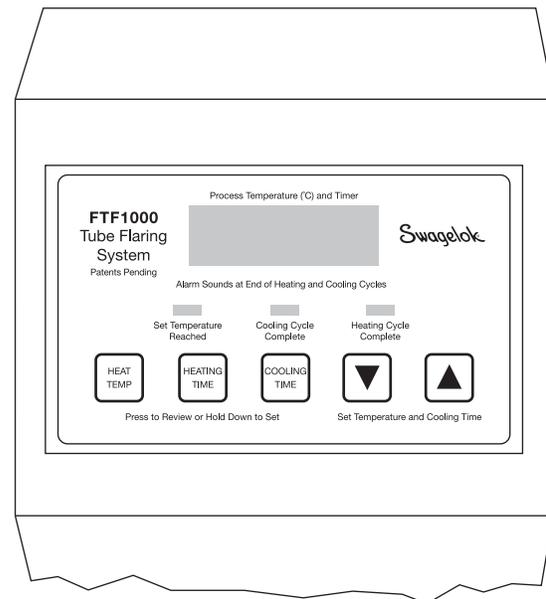

図3
6. 加熱温度 (HEAT TEMP)、加熱時間 (HEAT TIME)、冷却時間 (COOLING TIME) をセットするには、コントロール・パネルにある該当ボタンを押したまま、矢印ボタンを押して、値を設定します (図3 参照)。各値の設定の際には、表1：設定ガイドラインをご参照ください。